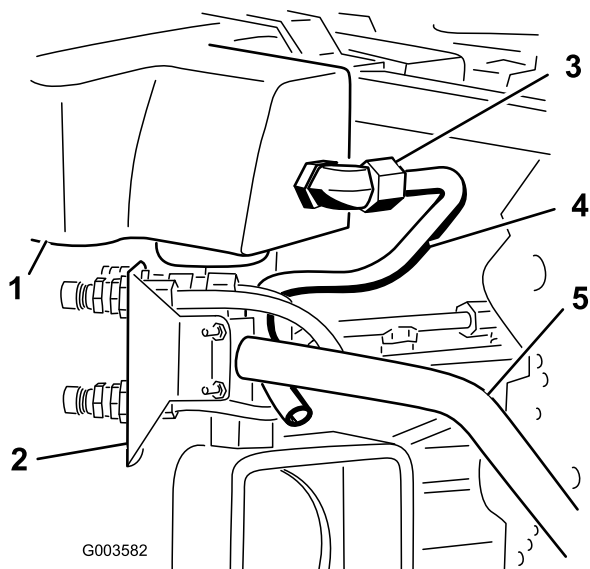
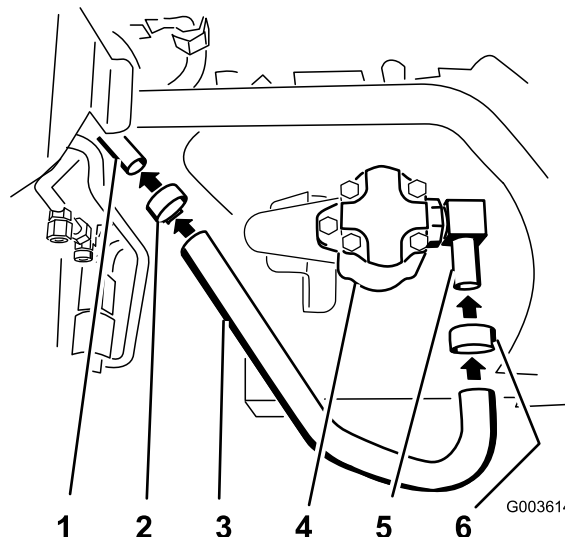
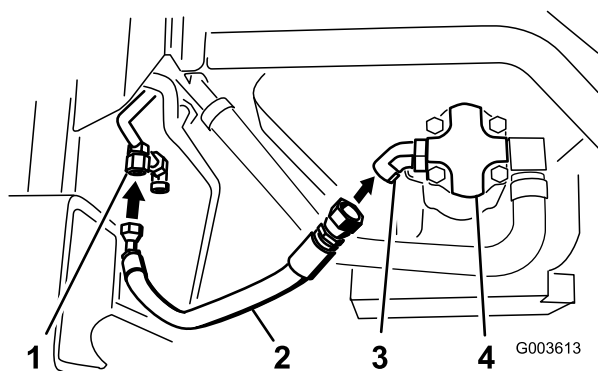
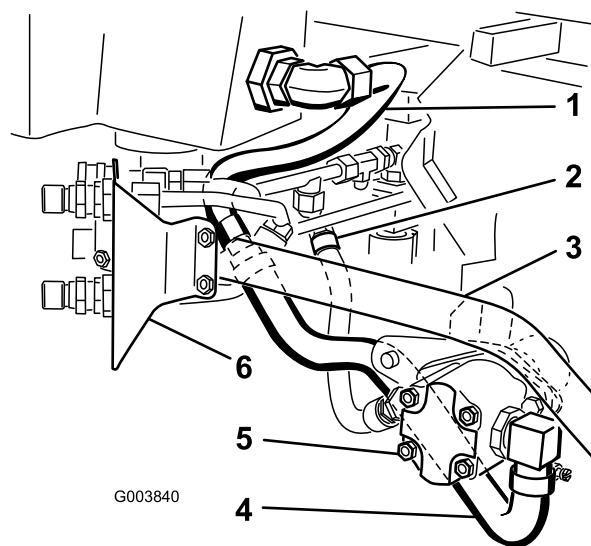

Figure 25
Figure 26
Figure 29
Figure 30
4. Placez la conduite hydraulique n° 3 dans la machine comme montré à la Figure 25.
5. Raccordez la conduite hydraulique N° 3 au grand raccord coudé à 90° qui est monté sur la crépine et le réservoir hydraulique (Figure 25 et Figure 30).
3. Serrez un collier sur le flexible autour du raccord coudé (Figure 26).
4. Raccordez le grand flexible hydraulique à la conduite hydraulique N° 3 (Figure 26).
5. Serrez le collier autour du flexible et de la conduite hydraulique N° 3 (Figure 26).
2. Raccordez le grand flexible hydraulique au raccord coudé à 90° qui est monté sur le côté de la pompe hydraulique (Figure 26 et Figure 30).
8. Branchez le flexible hydraulique muni de raccords au raccord coudé à 45° qui est fixé à la pompe hydraulique (Figure 29 et Figure 30). Il va se trouver en dessous du vérin hydraulique.
9. Reportez-vous à la Figure 30 pour positionner correctement les flexibles et les conduites hydrauliques sur la pompe hydraulique.